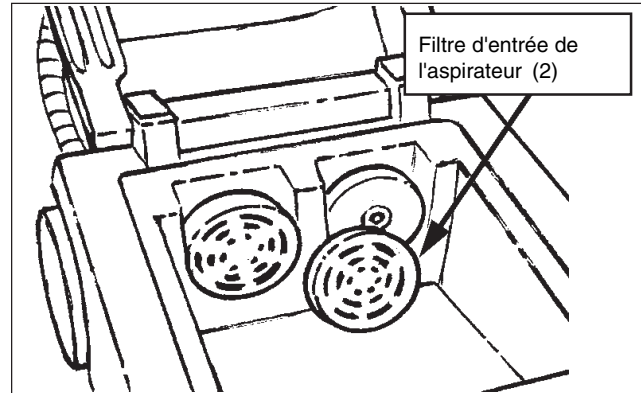

Figure 7
- 1. Inspectez et nettoyez les deux filtres d'entrée de l'aspirateur.** Retirez le couvercle de la machine. Les filtres sont à présent accessibles (figure 7). Ils sont fabriqués en mousse fixée à des anneaux de montage en plastique. Retirez les filtres en les faisant coulisser et nettoyez-les en les secouant ou les aspirant. Remplacez-les s'ils présentent des entailles ou des déchirures ou s'ils ne peuvent pas être nettoyés.